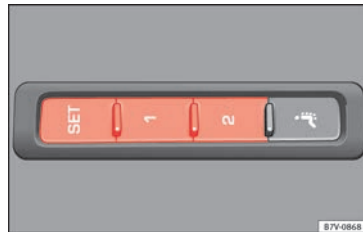

Abb. 157 Memorytasten außen am Fahrersitz.
- Taste  länger als eine Sekunde drücken » Abb. 157.